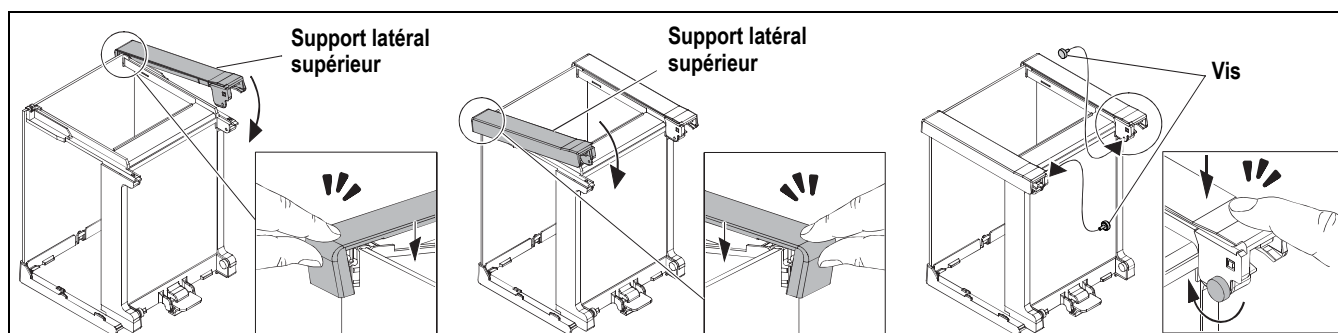

Figure 2-11. Poser les supports supérieurs
8. Placer les supports latéraux supérieurs sur le dessus de l'ensemble, comme illustré à la Figure 2-11 et les fixer à l'aide des vis fournies.